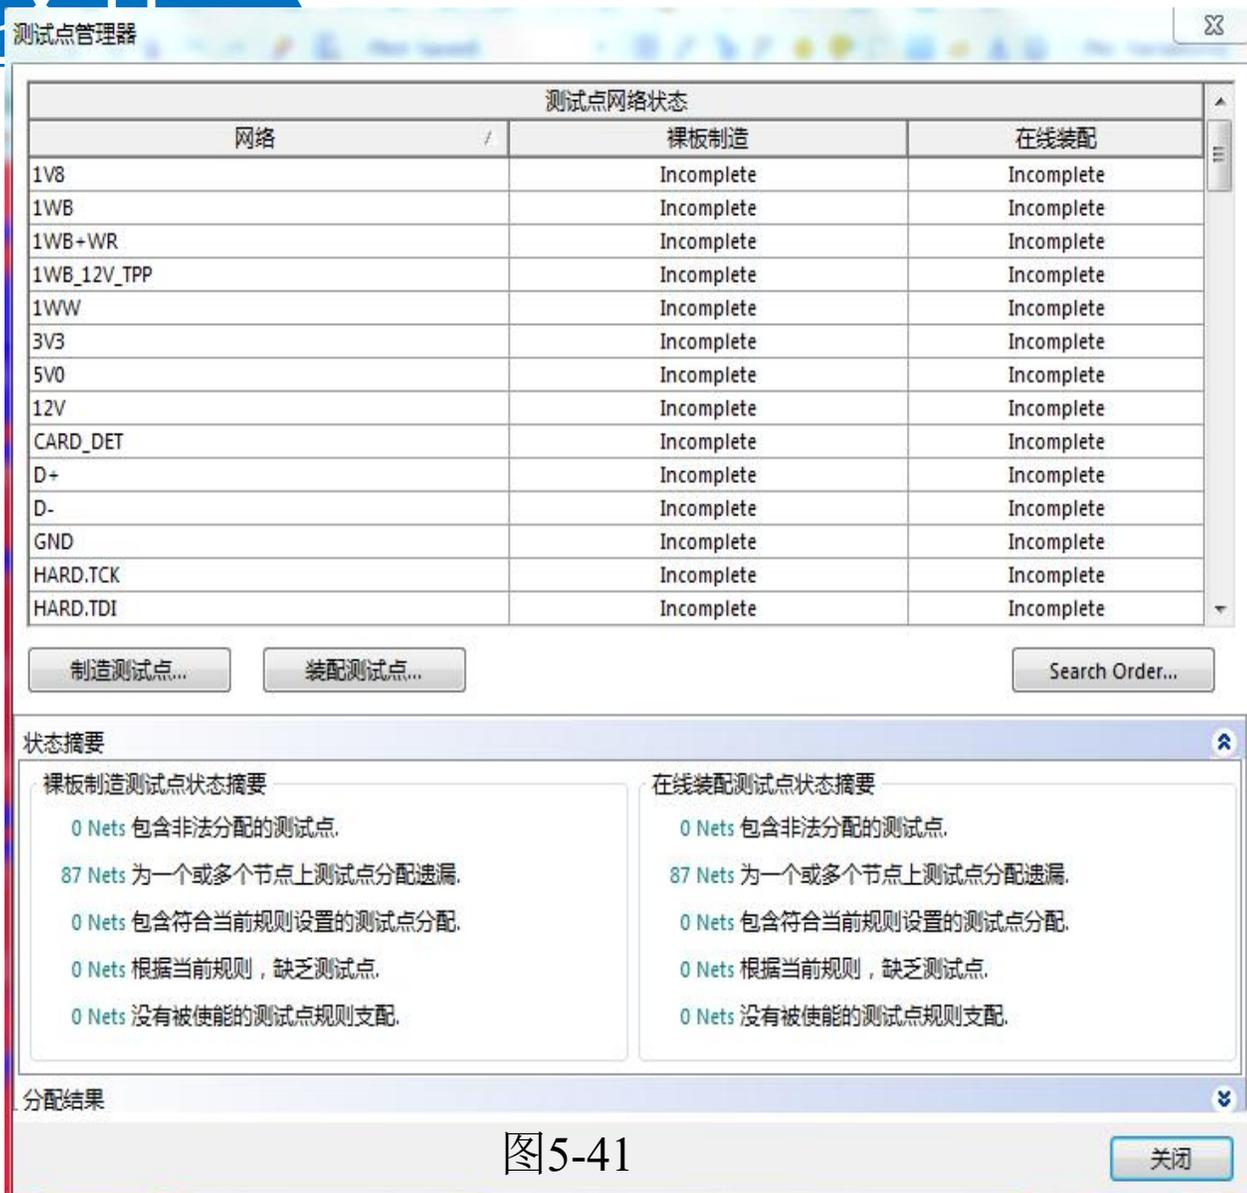

图5-41
(1) 在AD主界面主菜单下, 选择“工具-测试点管理器”(Tools—Testpoint Manager)。
(2) 如图5-41所示, 出现测试点管理器设置对话框界面。